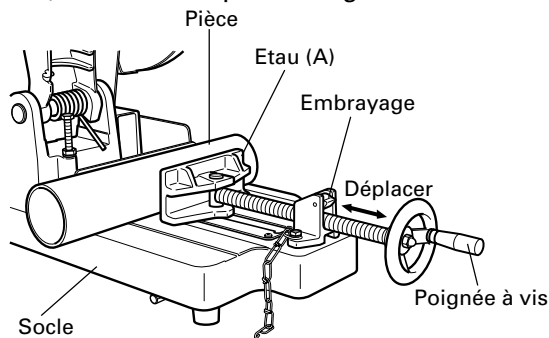

Fig. 7
2. Procédure de fixation de la pièce (Fig. 7 et 8)
Placer la pièce entre l'étau (A) et l'étau (B), relever l'embrayage et appuyer sur la poignée à vis pour amener l'étau (A) légèrement en contact avec la pièce, comme indiqué à la Fig. 7. Puis, tourner l'embrayage vers le bas, et fixer solidement la pièce en place en tournant la poignée à vis. Lorsque le travail de coupe est terminé, tourner la poignée à vis 2 ou 3 fois de suite pour dévisser l'étau, et retirer la pièce, comme indiqué à la Fig. 8.